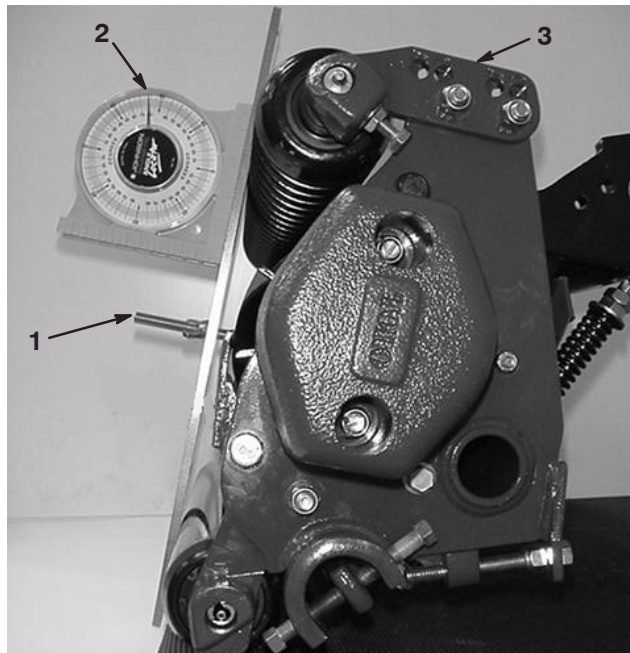

Bild 10
3. Legen Sie die Messlehre über die vordere und hintere Rollen. Der Kopf der Schnitthöhenschraube muss eng über die Schnittkante des Untermessers passen, während die Messlehre die Rollen berührt (Bild 10).
4. Legen Sie einen Winkelmesser auf die Messlehre und lesen Sie den Winkel der Messlehre ab (Bild 10).
6. Zum Einstellen der Mähwerkstellung müssen Sie die Stellung der Rolle (A, B oder C) ändern (Bild 10).